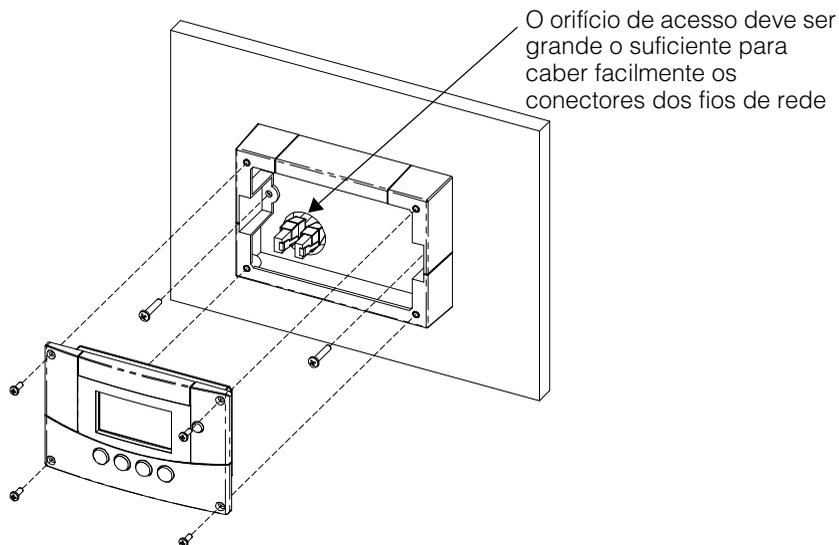

Figura 2-8 Montagem da Superfície do SCP
6. Coloque a unidade no suporte de montagem e prenda-o com quatro parafusos nº 6. Consulte Figura 2-8.